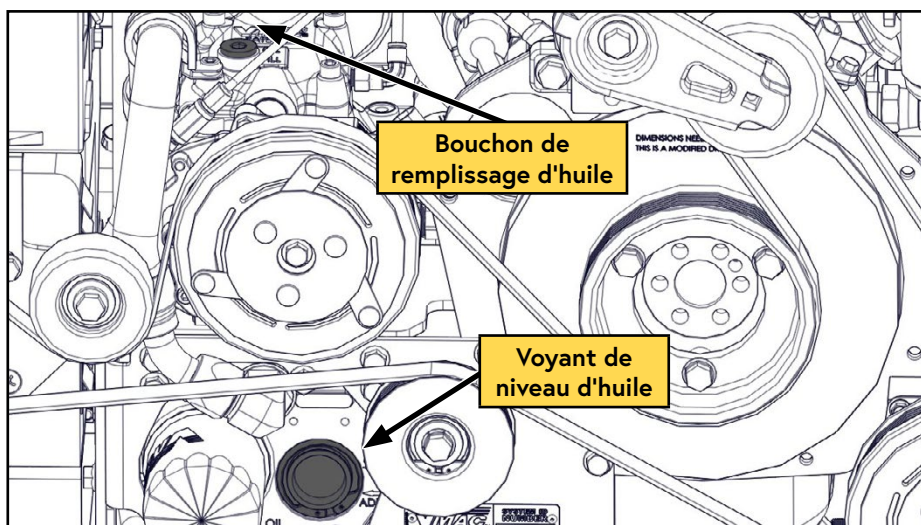

Figure 30 — Remplir d'huile
- ☐ Retirez le bouchon de remplissage d'huile (Figure 30).